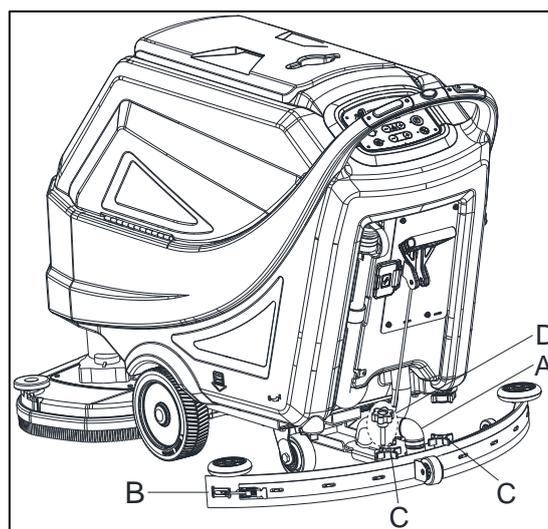
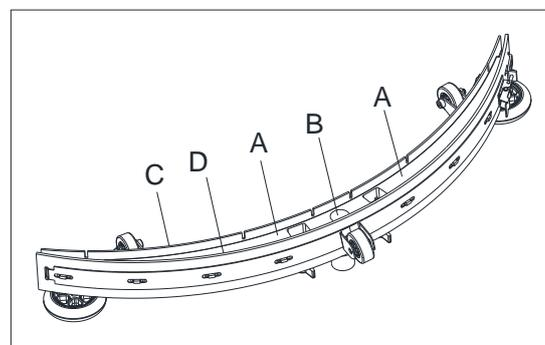
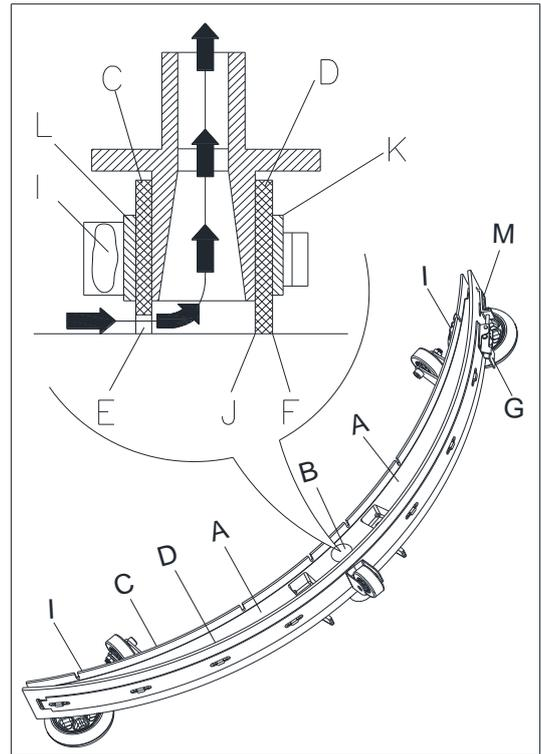

Рис. 24
Рис. 25
Рис. 26
4. Ослабьте ручки (C, Рис. 24) и снимите скребок (B).
5. Отсоедините вакуумный шланг (A) от скребка.
6. Очистите стальной или алюминиевый скребок (Рис. 25). Очистите отсеки (A) и особенно отверстие (B). Проверьте переднее лезвие (C) и заднее лезвие (D) на отсутствие повреждений, порезов и разрывов; при необходимости замените их (см. процедуру в следующем пункте).
2. Убедитесь, что края (Е, Рис. 26) переднего лезвия (С) и края (F) заднего лезвия (D) находятся на одном уровне по всей длине; при необходимости отрегулируйте высоту в соответствии со следующей процедурой:
- Ослабьте хомут (G), отсоедините держатели (M) и отрегулируйте заднее лезвие (D), затем зафиксируйте держатели (M) и установите хомут (G).
- Ослабьте ручки (I) и отрегулируйте переднее лезвие (С), затем затяните ручки.
3. Проверьте переднее лезвие (С) и заднее лезвие (D) на отсутствие износов, порезов и разрывов; при необходимости замените их в соответствии со следующей процедурой. Убедитесь, что передний край (J) заднего лезвия (D) не изношен; при необходимости переверните лезвие, чтобы заменить изношенный край целым краем. Если другие края также изношены, замените лезвие скребка в соответствии со следующей процедурой:
- Ослабьте хомут (G), отсоедините держатели (M) и снимите сдерживающую планку (K), затем замените заднее лезвие (D). Соберите скребок в обратном порядке.
- Открутите ручки (I) и снимите фиксирующую планку (L), затем замените переднее лезвие (С). Соберите скребок в обратном порядке. После замены лезвия (или переворачивания), отрегулируйте высоту, как показано в предыдущем шаге.
4. Подсоедините вакуумный шланг(A, Рис. 24) к всасывающему скребку.
5. Установите скребок (B) и закрутите ручки (С).
6. При необходимости отрегулируйте баланс скребка при помощи ручки (D).